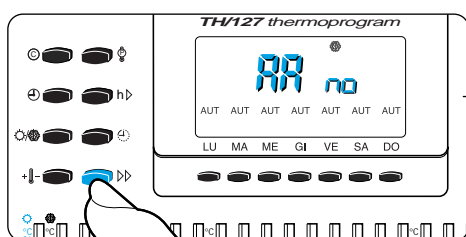

Fig. 38
12.4 - Premere il pulsante **DD** (fig. 38) per escludere l'anticipo automatico.